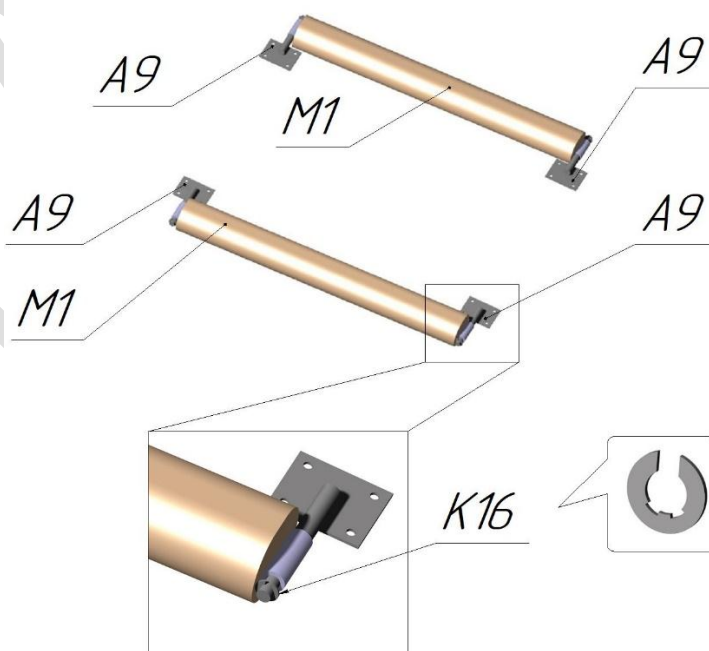

Рисунок 10
28. Снять стопорные шайбы K16 плоской отвёрткой с осей петель подлокотников A9. См. Рис.10.
29. Вставить оси петель подлокотников A9 во втулки подлокотников M1. См. Рис.10.
30. Зафиксировать оси петель A9 на подлокотнике с помощью шайбы стопорной K16. См. Рис.10.